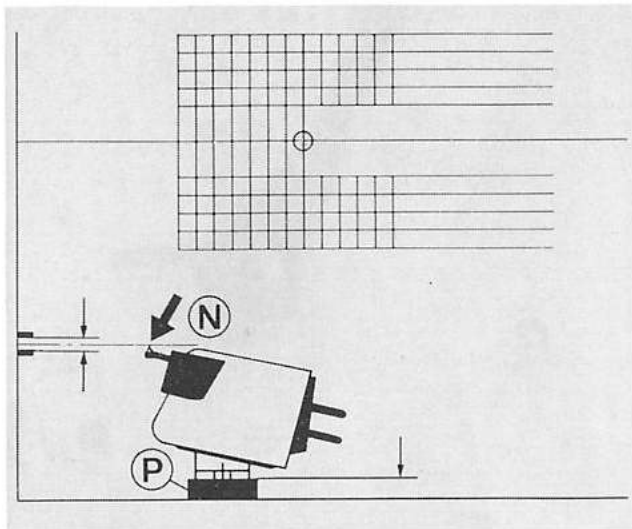

Fig. 11
Legen Sie hierzu das System auf eine gerade Fläche und stellen Sie die Einstelllehre dahinter (Fig. 11).
Liegt die Nadelspitze (N) tiefer als die Markierung auf der Lehre (Fig. 11), dann müssen Sie den Höhenunterschied mit den Unterlegplättchen ausgleichen. Im Beipack befinden sich Plättchen mit der Stärke 1,0; 1,5; 2,0; 2,5; 3,0 und 3,5 mm.
Legen Sie die entsprechenden Plättchen (P) unter das Tonabnehmersystem (Fig. 11), bis die Nadelspitze auf gleicher Höhe ist, wie die Markierung auf der Einstelllehre.